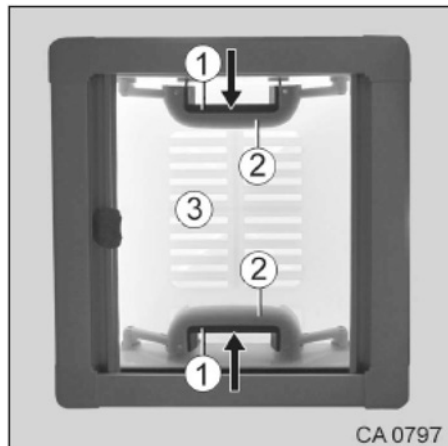

Fig. 62 Lanterneau manipulable à deux mains
1. Comprimer la partie mobile de la poignée (Fig. 62/1) et la partie fixe de la poignée (Fig. 62/2).
2. Pousser simultanément la poignée vers le haut pour amener le lanterneau (Fig. 62/3) sur la position d'ouverture souhaitée.
2. Tirer simultanément sur la poignée vers le bas pour fermer le lanterneau (Fig. 62/3).